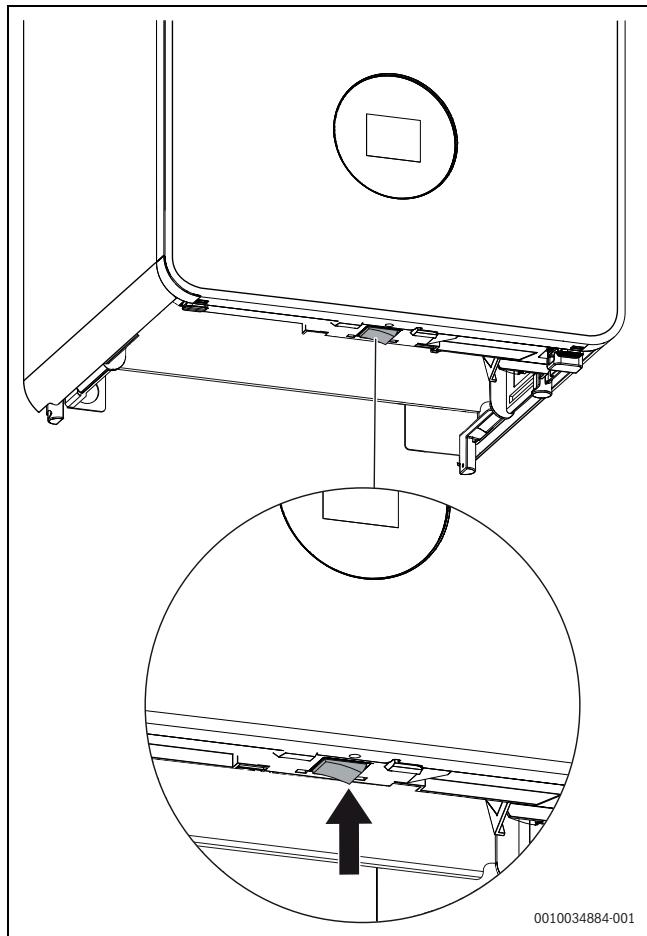

Fig. 1 Interrupteur Marche / Arrêt
- Arrêter l'appareil avec l'interrupteur Marche/Arrêt (→ fig. 1).